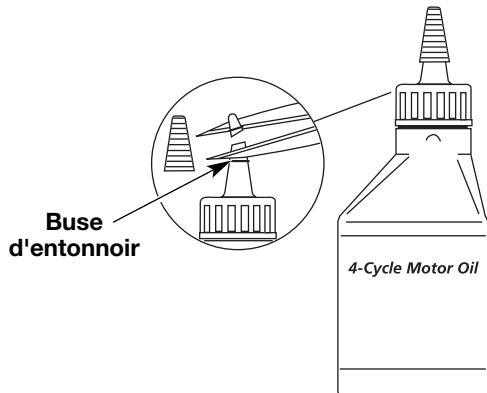

Fig. 4
Votre appareil est livré avec une bouteille d'huile SAE 30 SF, SG, SH de 90 ml (3,04 oz) (Fig. 4).
1. Dévissez le bouchon de la bouteille d'huile et retirez le papier couvrant l'ouverture. Replacez le bouchon. Coupez la pointe de la buse de l'entonnoir (Fig. 4).